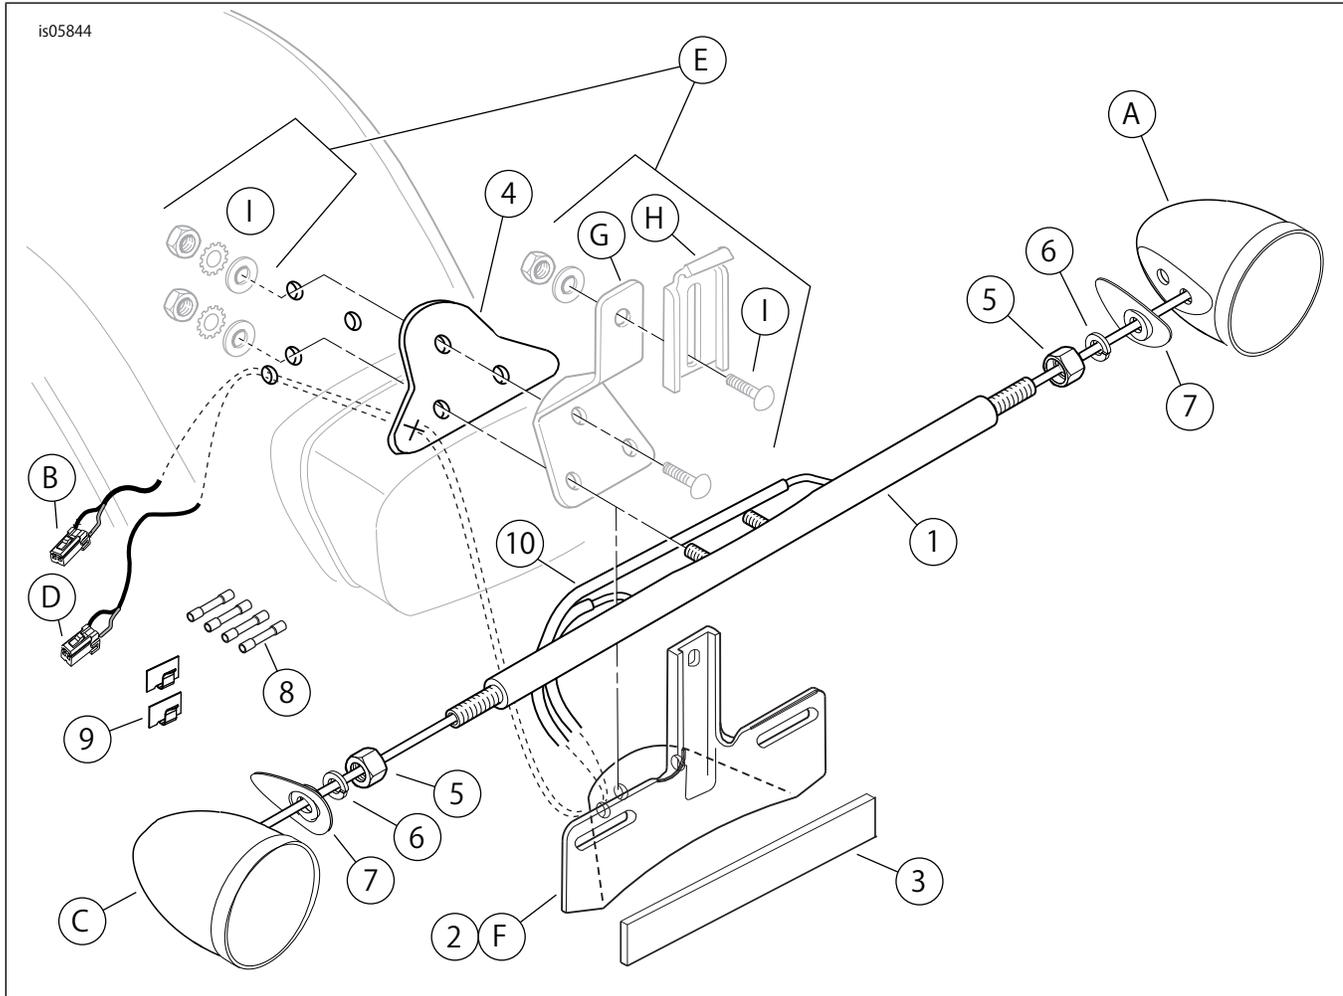

図7. 交換用パーツ、リアターンシグナルリロケーションキット
2. 図7を参照。前のステップで取り外した平ワッシャーの1つを新品のスクリュー(別売り)に合わせる。スクリューを取り付け穴からフェンダーおよびフェンダーサポートに挿入する。元々装着されていたロックワッシャーの1つをファスナーのねじ山に載せ、Loctite 243-Blue (ロックタイト243-青) をねじ山に数滴差す。フェンダーサポートをリアフェンダーに新品のエイコーンナット(別売り)を使って固定する。ファスナーを次のトルク値で締め付ける: 16.3-24.4 N·m (12-18 ft·lbs)。反対側で同じ手順を繰り返す。
フェンダーからライセンスプレートブラケットアッセンブリーを取り外します。図7を参照。このキットの新品のブラケット(2)を取り付けるために使うので、ハードウェア (E) を保管しておきます。
1. 図7を参照。キットからディレクショナルバー(1)と2つのジャムナット(5)を取り出す。ディレクショナルバーの両端にジャムナットを、バーに対してナットの座ぐり側を完全にねじ込む。
3. 図7を参照。キットから新品のライセンスプレートブラケット(2)を取り出す。両方のターンシグナルのワイヤーを、ライセンスプレートブラケットの一番左の穴、パッドの「X」の切れ目、フェンダーの一番左の穴へと取り回す。